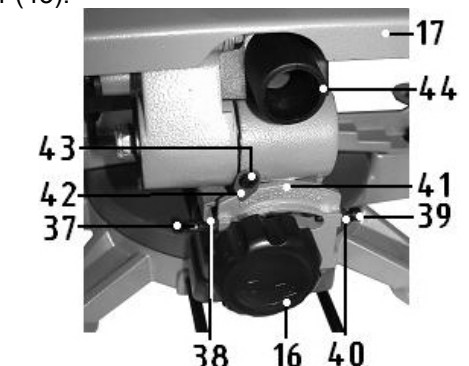

Рис. 9
9.4. Установка угла наклона пильного диска (Рис. 9)
9.5. Подключение систем удаления опилок (Рис. 9)